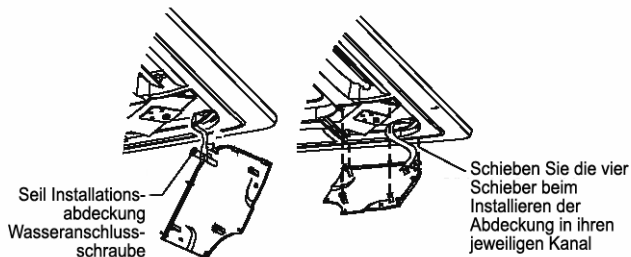

Abb. 15
- a. Befestigen Sie das Seil der Installationsabdeckung an der Schraube der Installationsabdeckung. (Siehe Abb. 15, links)
- b. Drücken Sie die Installationsabdeckung sanft in das Paneel. (Siehe Abb. 15, rechts)